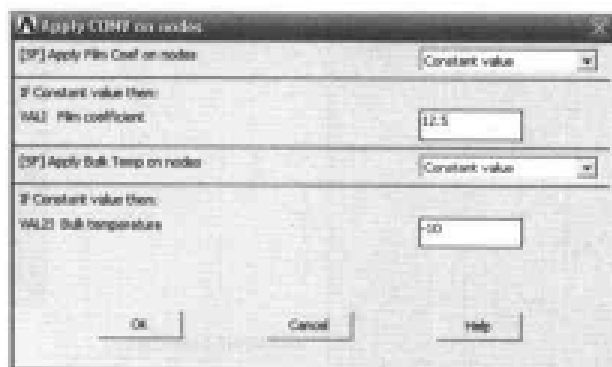

图 12-11 施加对流载荷对话框
(3) 选择 Utility Menu | Select | Entities 命令, 出现 Select Entities 对话框。在第 1 个下拉列表框中选择 Lines 选项, 在第 2 个下拉列表框中选择 By Num/Pick 选项, 在第 3 个选项组中选中 From Full 单选按钮。
(4) 单击 OK 按钮, 出现 Select lines 菜单, 在文本框中输入 1, 2, 3, 单击 OK 按钮关闭该菜单。
(5) 选择 Utility Menu | Select | Entities 命令, 出现 Select Entities 对话框。在第 1 个下拉列表框中选择 Nodes 选项, 在第 2 个下拉列表框中选择 Attached to 选项, 在第 3 个选项组中选中 Lines,all 单选按钮, 在第 4 个选项组中选中 From Full 单选按钮, 单击 OK 按钮关闭该对话框。
(6) 选择 Main Menu | Solution | Define Loads | Apply | Thermal | Convection | On Nodes 命令, 出现 Apply CONV on nodes 菜单。
(7) 单击 pick all 按钮, 出现 Apply CONV on nodes 对话框。在 VAL1 Film coefficient 文本框中输入 12.5, 在 VAL2 Bulk temperature 文本框中输入 -10, 如图 12-11 所示, 单击 OK 按钮关闭该对话框。